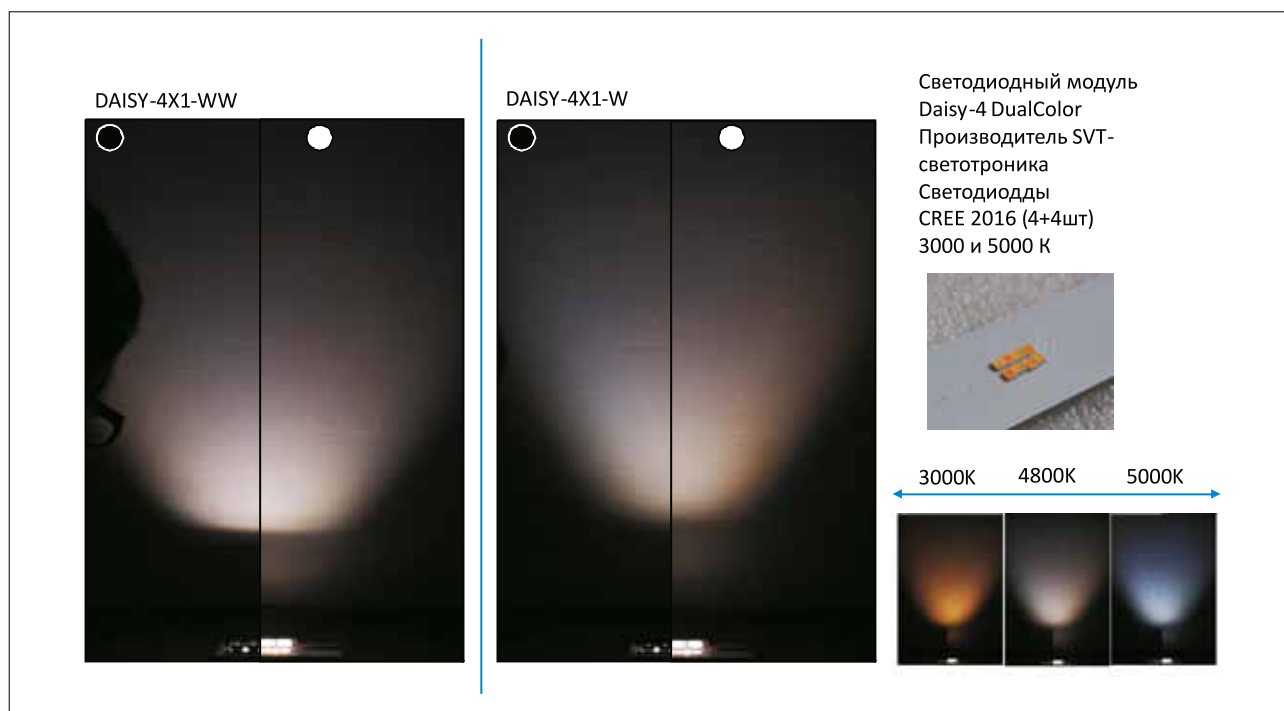

Рис. 11. Результаты работы платы Daisy-4 Dual Color
- Daisy-4 Dual Color, на этой плате под каждой линзой распаяны 8 светодиодов Cree J2016, 4 шт. теплых белых и 4 шт. холодных белых (рис. 11).